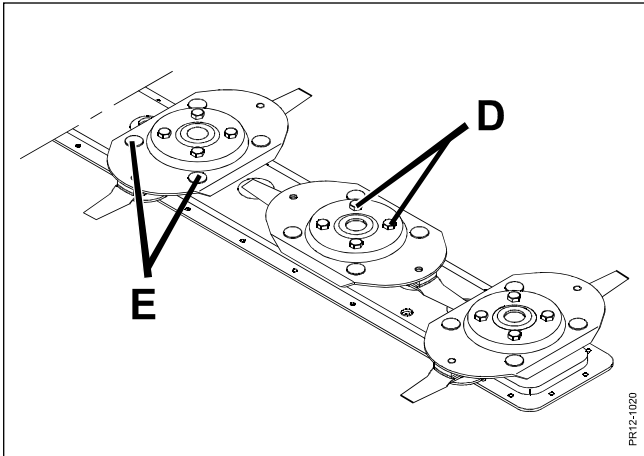

Fig. 5-25
**Fig. 5-25** Fate attenzione che i 4 bulloni **D** che sono impiegati per fissare il disco al supporto del cuscinetto abbiano una coppia di serraggio di **120 Nm** (12 Kpm), mentre i bulloni **E** siano serrati a **80 Nm** (8 Kpm).